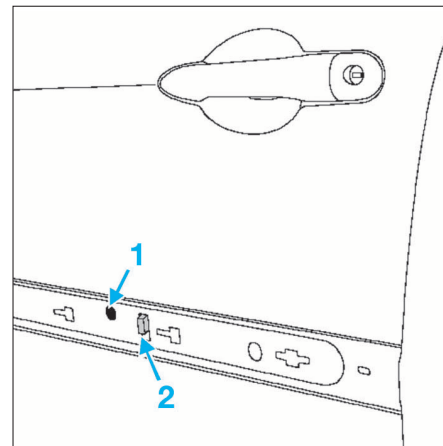

FIG. 82
- Déposer la vis (1) (Fig.82).
- Déclipser l'agrafe (2).